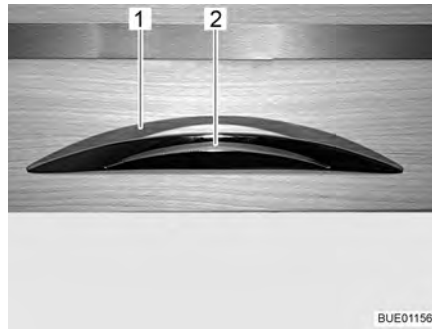

Bild 43 Skåplucka med låshandtag
- Tryck in låshandtaget (Bild 43,2) och håll det intryckt.
- Öppna skåpluckan genom att dra i låshandtaget (Bild 43,1).